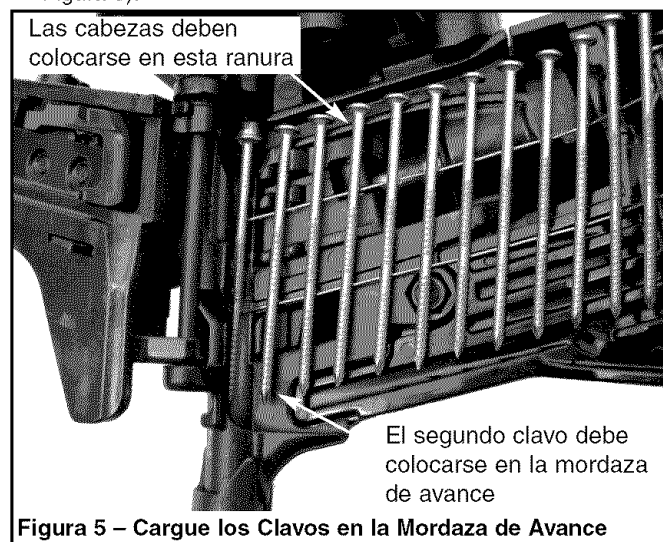

Figura 5 – Cargue los Clavos en la Mordaza de Avance
- Desenrolle el carrete de manera que el segundo clavo pueda colocarse entre los lados de la mordaza de avance. Quizás sea necesario empujar el ariete (Fig. 11, No. 20 en la página 8) para poder colocar el primer clavo. Asegúrese que las cabezas de los clavos queden ubicadas en la ranura de la parte superior de la cremallera de avance de clavos (véase la Figura 5).